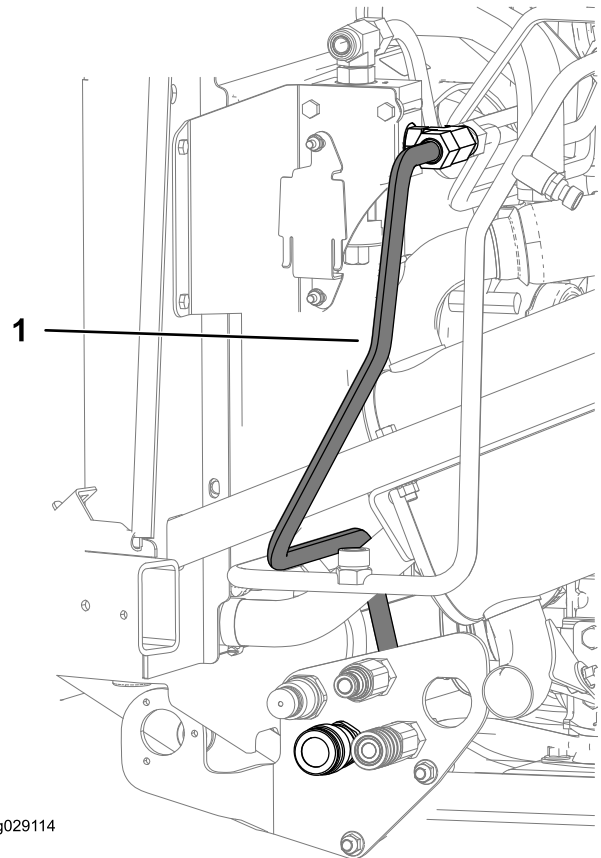

Figura 23
3. Instale el tubo hidráulico B desde el acoplamiento adaptador en T (5/8" macho) en el conjunto del colector derecho hasta el acoplamiento del tabique (4,02") en el conjunto del tabique, como se muestra en Figura 23.